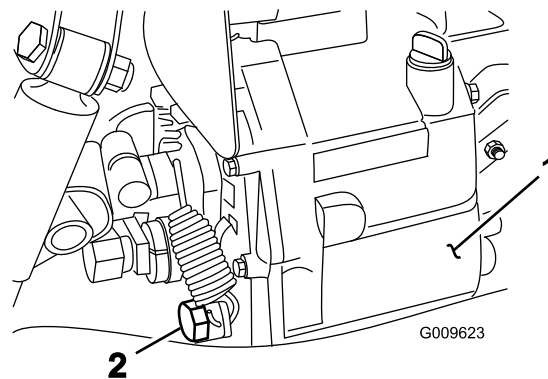

Bild 70
2. Nehmen Sie die Ablassschraube an der Seite des Behälters ab und lassen Sie das Hydrauliköl in die Auffangwanne ablaufen (Bild 70).